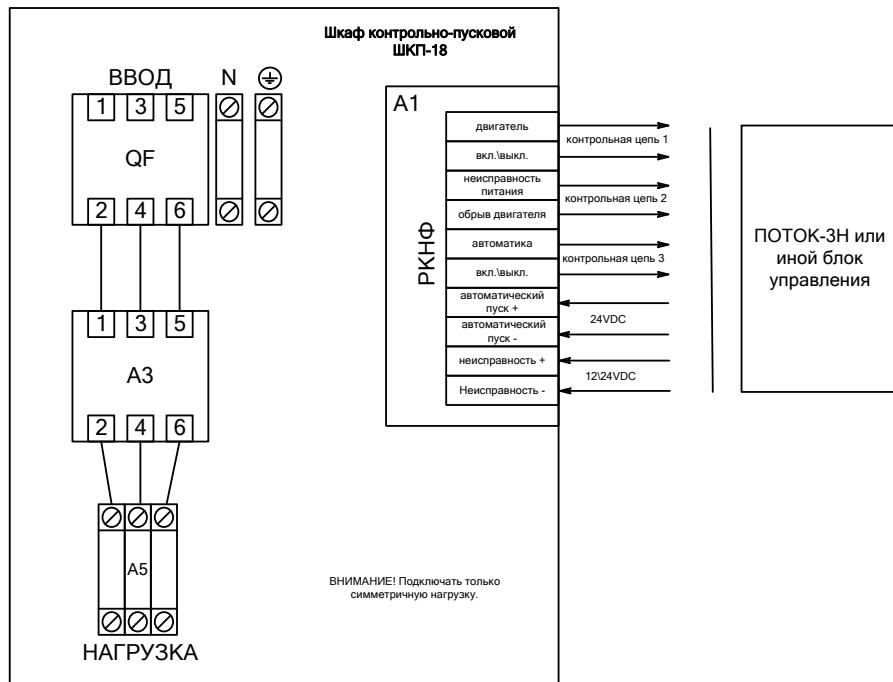

Рисунок 3. Вариант подключения шкафа при эксплуатации с трехфазной нагрузкой и блоком Поток-ЗН
- 3) подключить к шкафу провода питающего сетевого напряжения, цепей нагрузки и контролю состояния согласно схеме электрической рис. 3;
- Максимально допустимое отклонение напряжения выставляется потенциометром 2 (см. рис. 3). $\Delta U_{\text{ном}}$ определяет одновременно верхний и нижний пороги срабатывания. Таким образом, входное напряжение будет считаться допустимым в диапазоне от $(220 - \Delta U_{\text{ном}})$ В до $(220 + \Delta U_{\text{ном}})$ В. $\Delta U_{\text{ном}}$ может принимать значения от 0 В (крайнее левое положение потенциометра) до 80 В (крайнее правое положение потенциометра).
- Время интегрирования неисправности (время задержки срабатывания) выставляется регулятором 3 (см. рис. 3). t_c определяет время накопления неисправности (восстановления) и может принимать значения от 0 с (крайнее левое положение потенциометра) до 16 с (крайнее правое положение потенциометра).